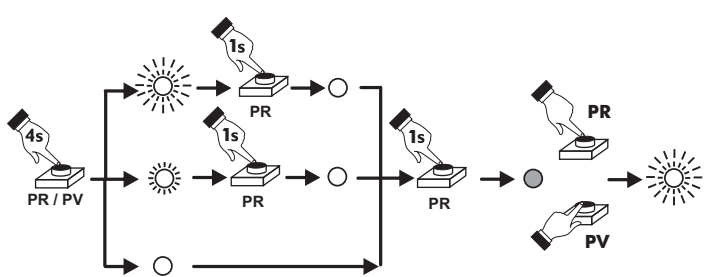

Fig. 5
**4D - Temporización del relé rojo RR (relé verde RV) (Fig. 5)**